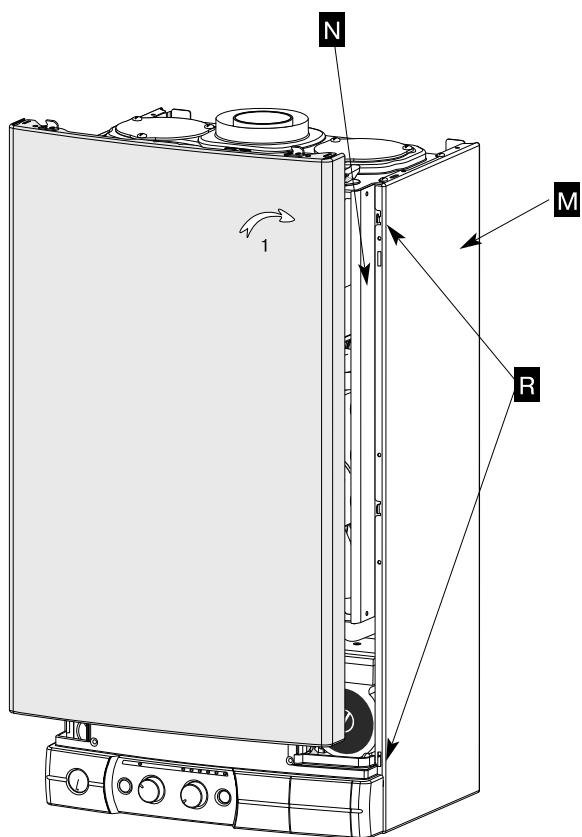

Рис. 14
- приложите переднюю панель к котлу (рис. 14)
Эта регулировка выполняется при помощи потенциометра P2 (рис. 14) на электронной плате (12,7 кВт - 24 FF / 16 кВт - 30 FF) (см. таблицы на с. 11).